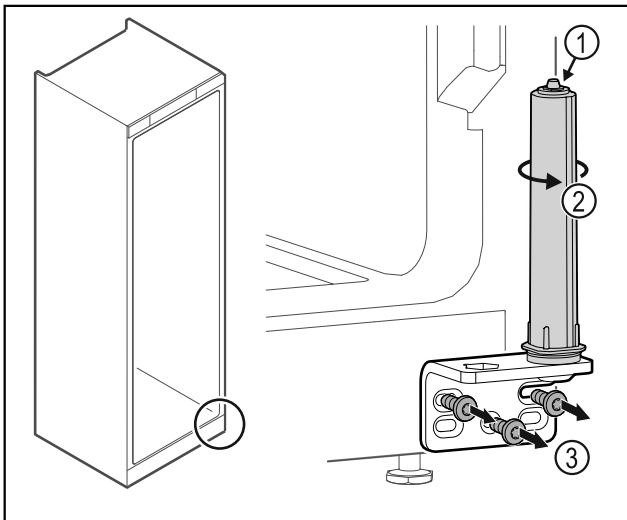

Fig. 23
- Deursluitsysteem Fig. 23 (1) niet uit elkaar halen.
- Sluitsysteem Fig. 23 (2) draaien tot het klikt.
- Scharnierhoek losschroeven Fig. 23 (3).